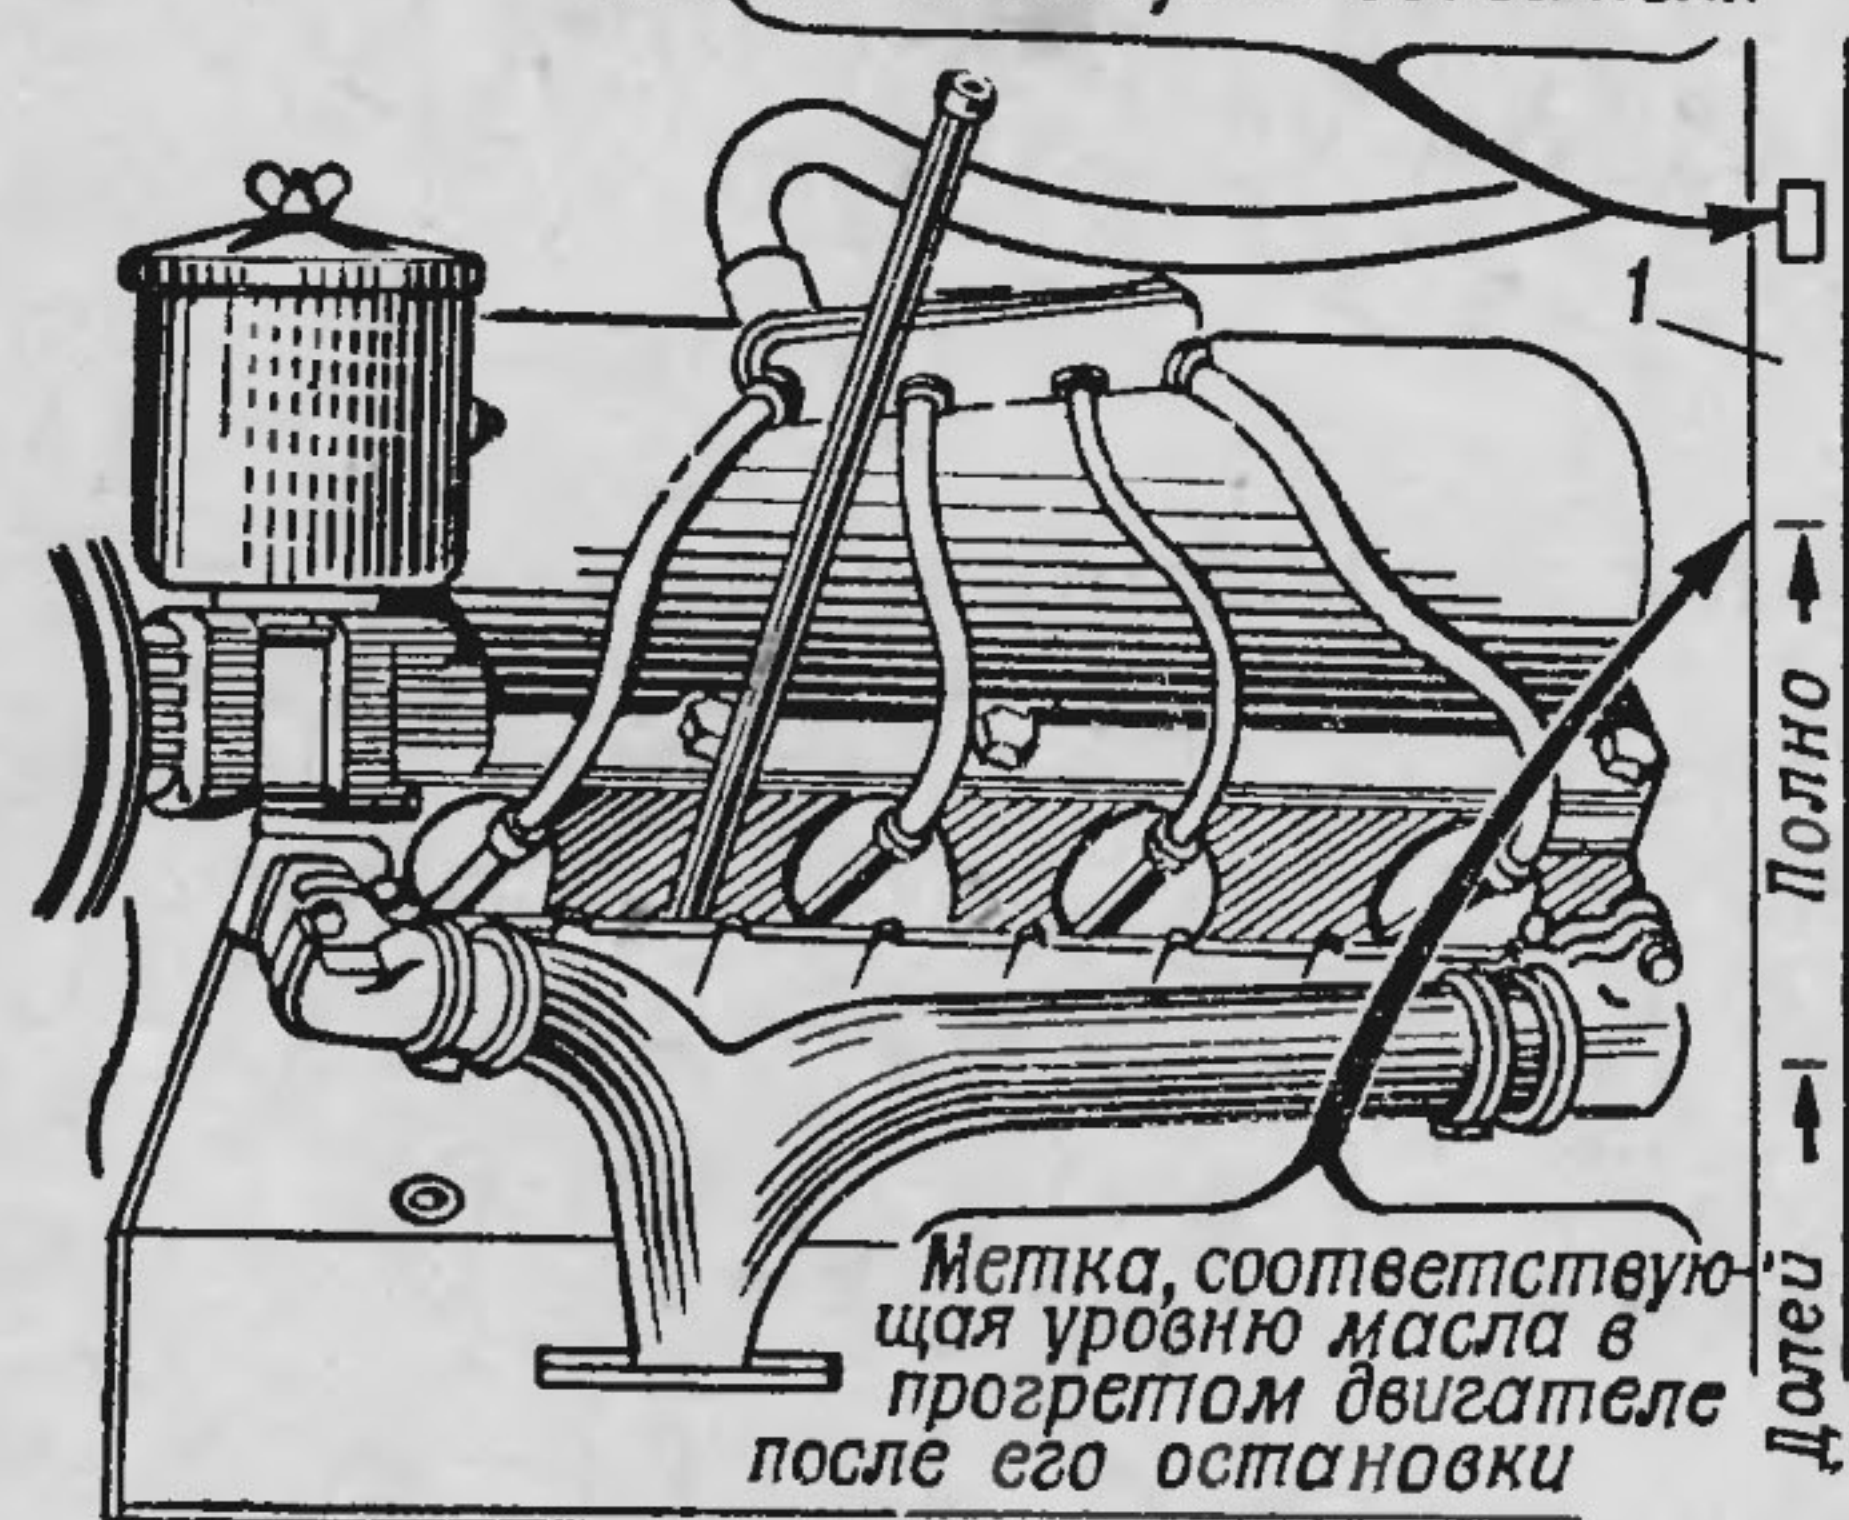

Рис. 5. Контрольные метки на указателе 1 уровня масла
— уровень масла в картере двигателя (рис. 5);
8. Проверить уровень масла (рис. 5) в картере двигателя и охлаждающей жидкости в радиаторе. При необходимости дозаправить автомобиль и устранить недостатки, обнаруженные при осмотре.